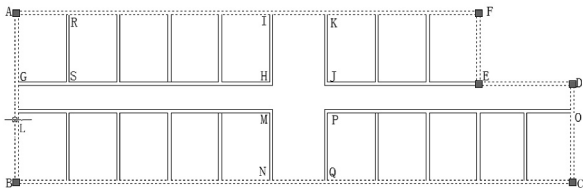

图 2.46 多线的整体关系
理解多线的整体关系: 在无命令的情况下, 在 AB 线上单击, 结果如图 2.46 所示。可以看出, AB、BC、CD、DE、EF、FA 这 6 段墙线是整体关系。图 2.46 显示出的蓝色方块是冷夹点, 冷夹点在图形的特征点处显示, 按 Esc 键可取消冷夹点。
(2) 体会多线的特点: 在命令行为空的状态下, 单击某一根墙线, 会发现用【多线】命令绘制的两根墙线同时变虚, 说明两者是整体关系, 可参见图 2.46。
(3) 单击【修改】工具栏上的【分解】图标或在命令行输入“X”并按 Enter 键, 启动【分解】命令。